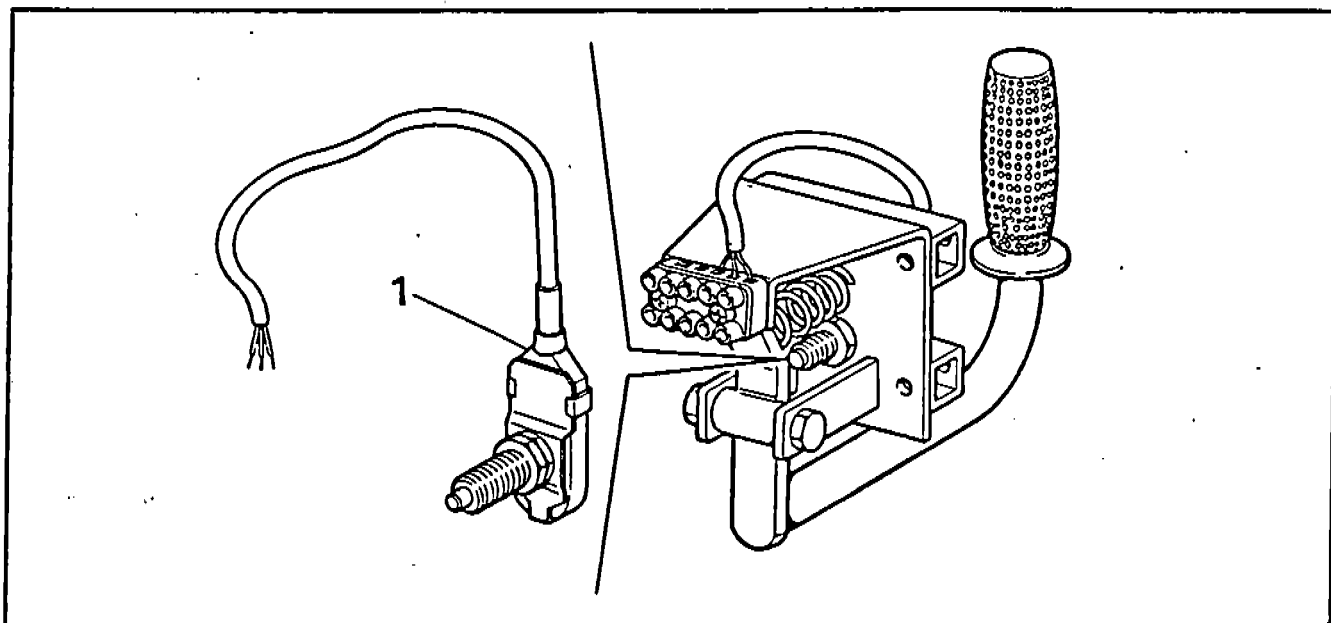

Fig. 7
- b) Check the rubber insulated switch (1 Fig. 7) under the lifting handle.
- b) Controllare il micro sottogomma (1 Fig. 7) che si trova sulla leva di comando.